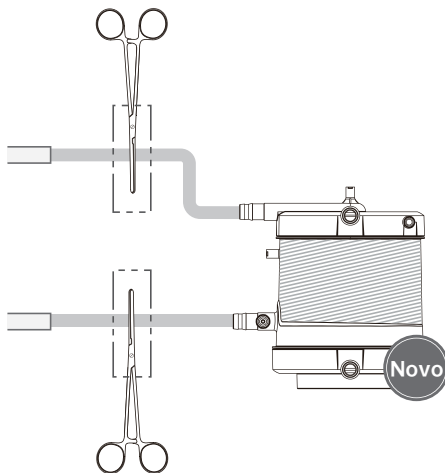

Figura 3
- 9) Encaixe os conectores e a tubulação de 3/8" à entrada e à saída de sangue do oxigenador novo, conforme mostra a figura 3.